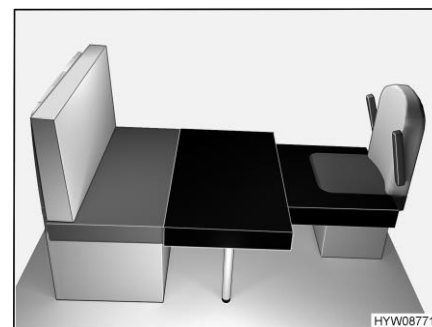

Fig. 71 Après la transformation
- Poser le grand coussin supplémentaire sur le plateau de table (Fig. 71).
- Poser le petit coussin supplémentaire sur le siège conducteur (Fig. 71).